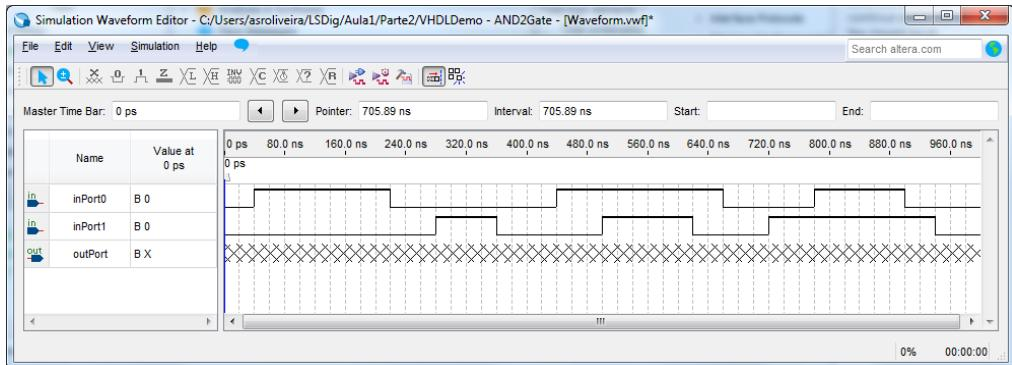

Figura 38 – Janela do simulador após a especificação das formas de onda (vetores) de entrada.
**8.** Após premir “OK” abrirá uma janela onde deverão ser indicados os sinais usados na simulação. À semelhança da simulação realizada na primeira parte do guião, através do menu “Edit→Insert→Insert Node or Bus”, premindo de seguida os botões “Node Finder” e “List”, selecione todos os portos de entrada e saída da “AND2Gate”. Após premir “OK” poderá especificar os valores pretendidos ao longo do tempo para as entradas da “AND2Gate”. Utilize para tal o rato, selecionando os troços do diagrama temporal do sinal pretendido com o valor lógico que deseja que ele assuma (Figura 38).